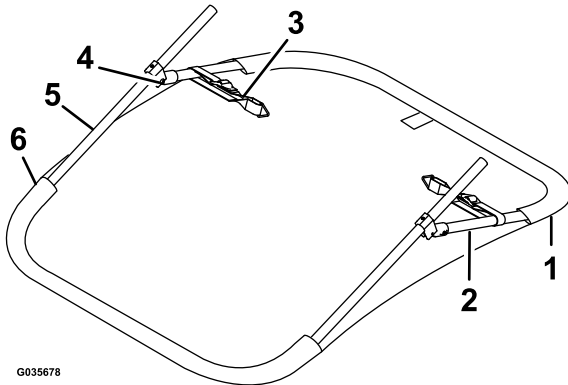

Figure 4
3. Glissez l'arceau avant dans le passage avant de la toile, en orientant les fixations vers le bas, comme montré à la Figure 4.